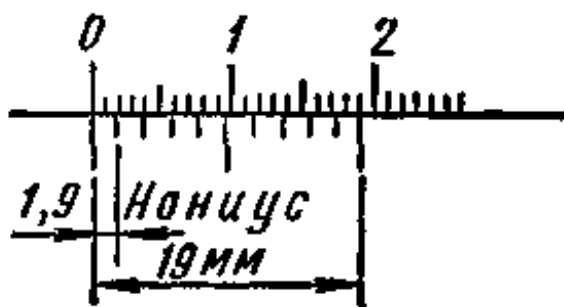

Рис. 2. Нониус
- б) освоить устройство нониуса штангенциркуля (рис. 2): длина нониуса 19 мм разделена на 10 равных частей. Одно деление нониуса равно $19:10=1,9$ мм, это на 0,1 мм меньше целого числа миллиметров.